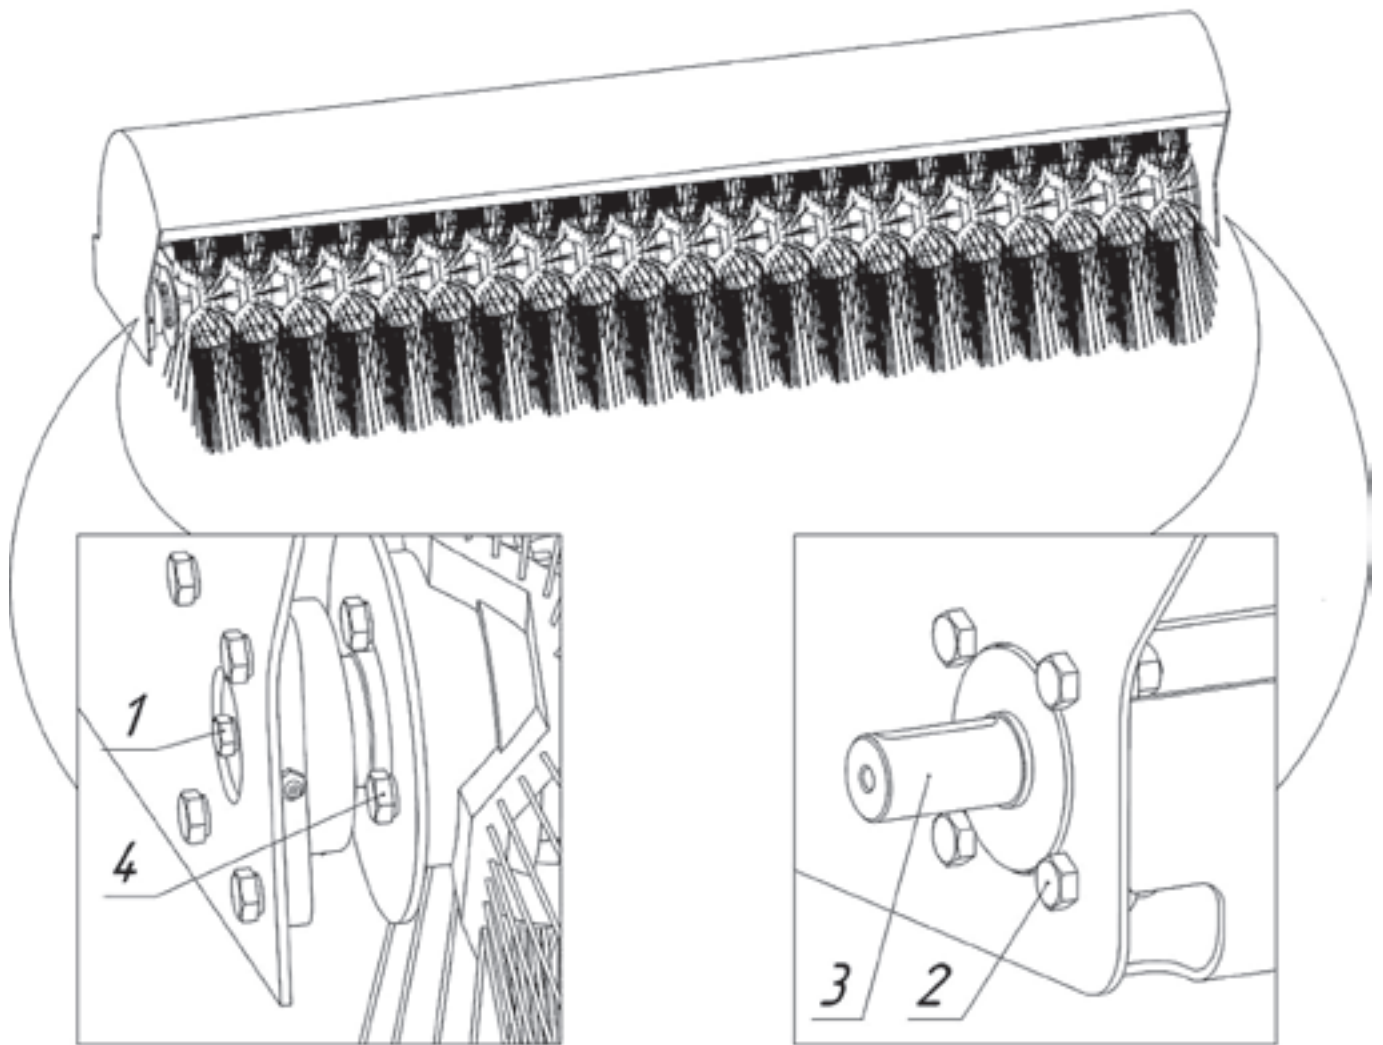

Рисунок 14 – Замена щеточных дисков
- Отверните и извлеките болт поз. 1 (Рис. 14) и шайбу крепления подметающего катка к корпусу подшипника.